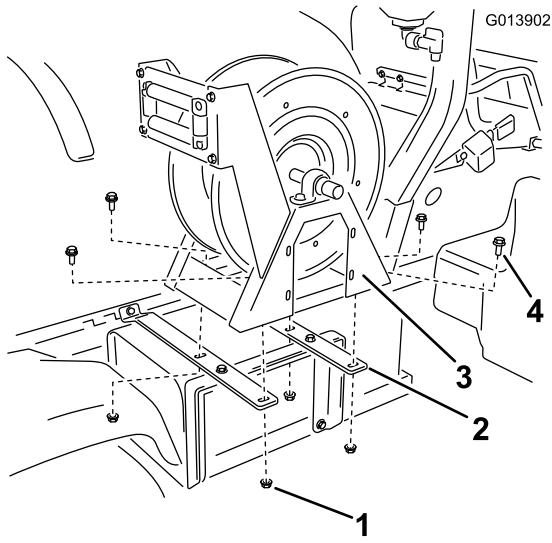

Figura 10
- Installate il gruppo dell'avvolgitubo sulle fascette per avvolgitubo (Figura 10) utilizzando 4 bulloni a testa flangiata (3/8 x 1 pollice) e 4 dadi flangiati (3/8 pollice).